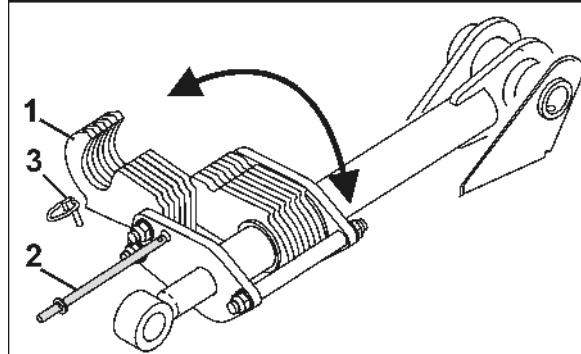

Fig. 54
- Trekk i sikringsbolten (Fig. 54/2) før du foretar innstillingen.
Etter innstillingen festes avstandselementene (Fig. 54/1) med sikringsbolten og sikres med splinten (Fig. 54/3).